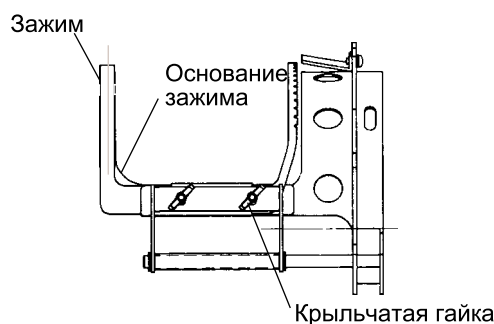

Fig. 2
2. Отрегулируйте зажим, чтобы он плотно прилегал к основанию зажима. (Рис. 2) Для регулировки ослабьте крыльчатую гайку слева и справа.